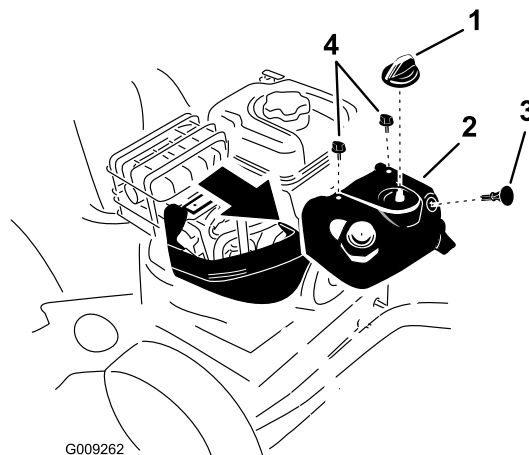

Figura 52
Nota: Per accedere alla candela, rimuovete prima il cofano superiore (Figura 52).
1. Rimuovete la manopola dello starter e la chiave di accensione (Figura 52).
2. Togliete le 2 viti che fissano il cofano superiore allo spazzaneve (Figura 52).